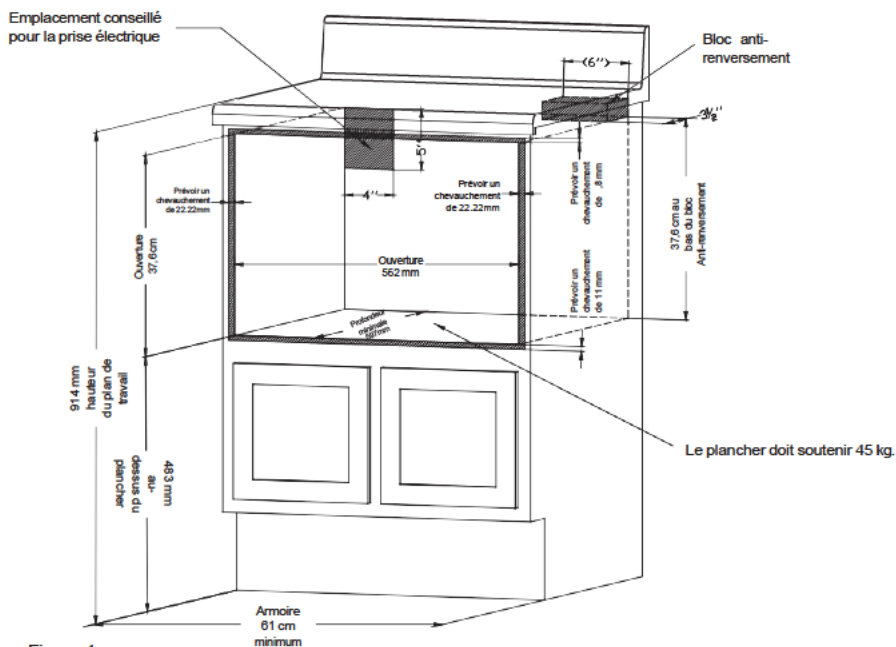
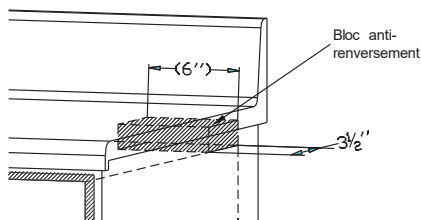

Figure 1
Figure 3
Pour des CONSIDÉRATIONS DE SÉCURITÉ, n'installez pas le microonde à tiroir dans un meuble qui n'est pas à l'épreuve du feu et qui n'est pas conforme aux espacements et dimensions indiqués aux pages 25 et 26. Voir la Figure 1.
- Utilisez les dimensions illustrées à la figure 1. Les dimensions indiquées fournissent l'espacement minimal. Repérez la prise électrique dans la zone hachurée et dans le coin supérieur gauche de la découpe. Voir la Figure 3.
Les figures 1 et 2 fournissent de nombreuses mesures du micro-ondes à tiroir données à titre de référence pour choisir l'emplacement d'installation du tiroir. Ce micro-ondes à tiroir peut être installé sous un four électrique ou à gaz.
Voir les figures 1 et 3. Le bloc anti-renversement empêche les blessures graves qui pourraient résulter de la projection de liquides chauds.